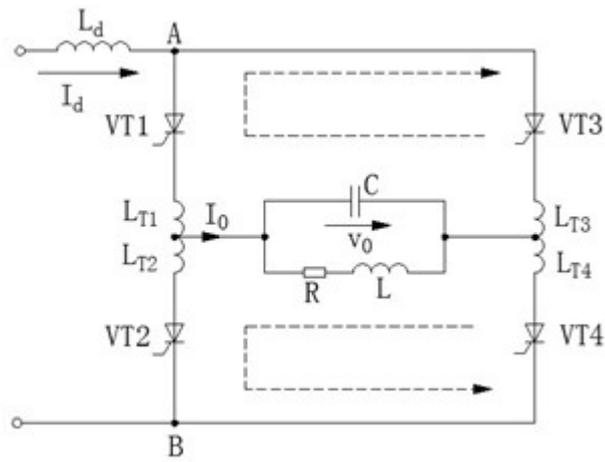

Figura 4-2 Inversor de puente completo de corriente monofásica
(2) Circuito inversor de tipo corriente El inversor de puente completo de tipo corriente se muestra en la Figura 4-2, y su circuito tiene las siguientes características: